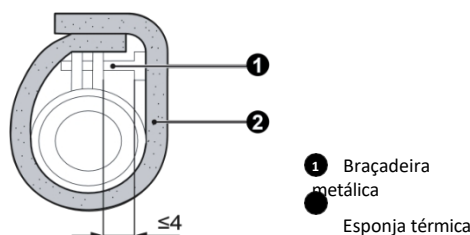

Fig. 4.3.3
- 3 Utilize a placa de vedação para isolar a braçadeira e o tubo, conforme ilustrado na Fig. 4.3.3.